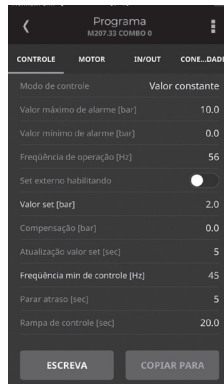

Figura 19 - Tela Frequência min de controle alterado
10. Após o procedimento anterior, aparecerá a tela conforme figura 19. Note que o valor do parâmetro frequência min de controle está agora na cor amarela, indicando que o valor foi alterado. Para salvar a alteração pressione a tecla ESCREVA.